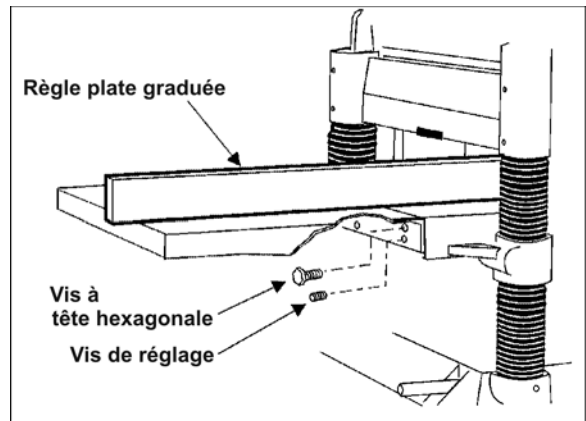

Figure 9
1. Montez une table en fonte à l'extrémité de la table principale à l'aide de trois vis à tête hexagonale (Figure 9) à l'aide d'une clé de 12 mm. Ne serrez pas encore complètement.